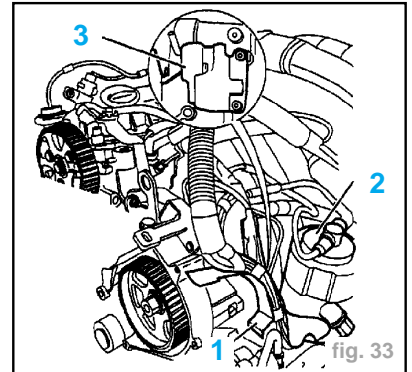
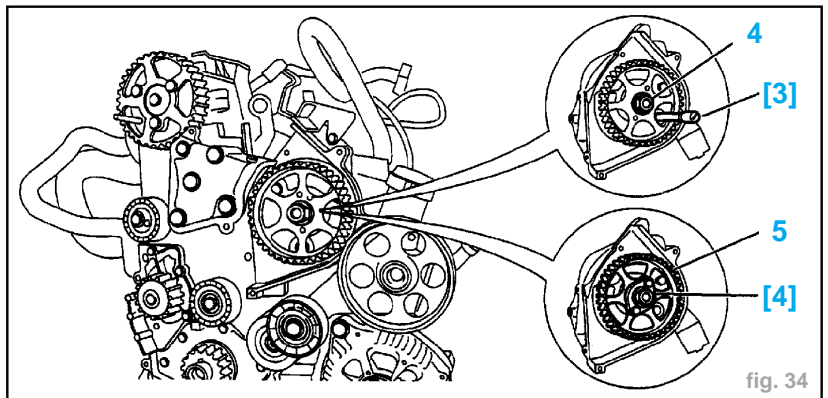

fig. 33
fig. 34
- Écarter le support faisceau (1) (fig. 33)
- Vidanger et écarter le bocal (2) de l'élément filtrant.
- Obturer les orifices (à l'aide du kit d'obturateurs ref 0188T)
- Déposer le support (3) du bocal de l'élément filtrant.
- Desserrer l'écrou (4) (à l'aide de la pign [3] ref 0188V) (fig. 34).